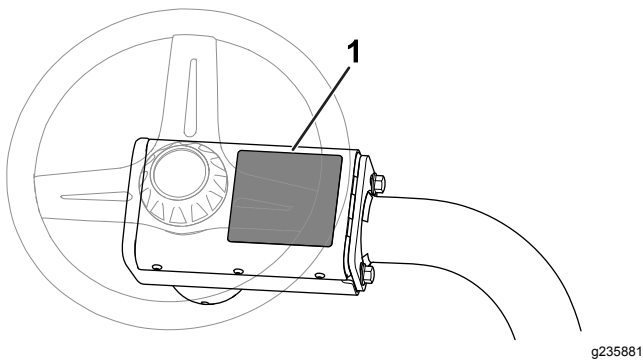

Figure 16
- Apposez l'autocollant de sécurité CE (réf. 136-8505) sur l'autocollant de sécurité existant (réf. 136-8506) ; voir Figure 16.